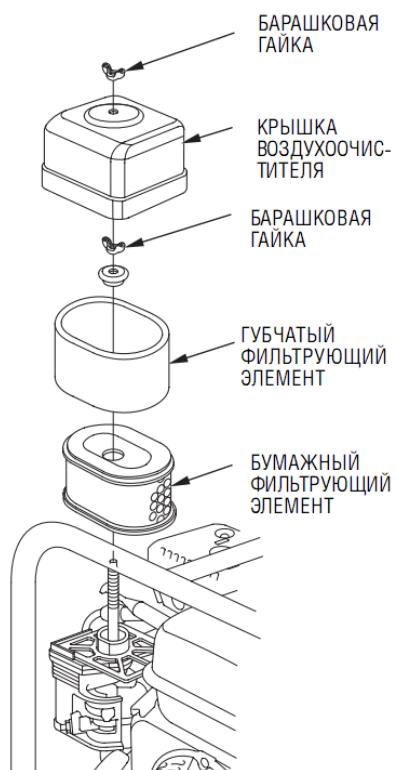

Рис. 17– Обслуживание воздушного фильтра
6.1.6 Очистка воздушного фильтра (рис.17)